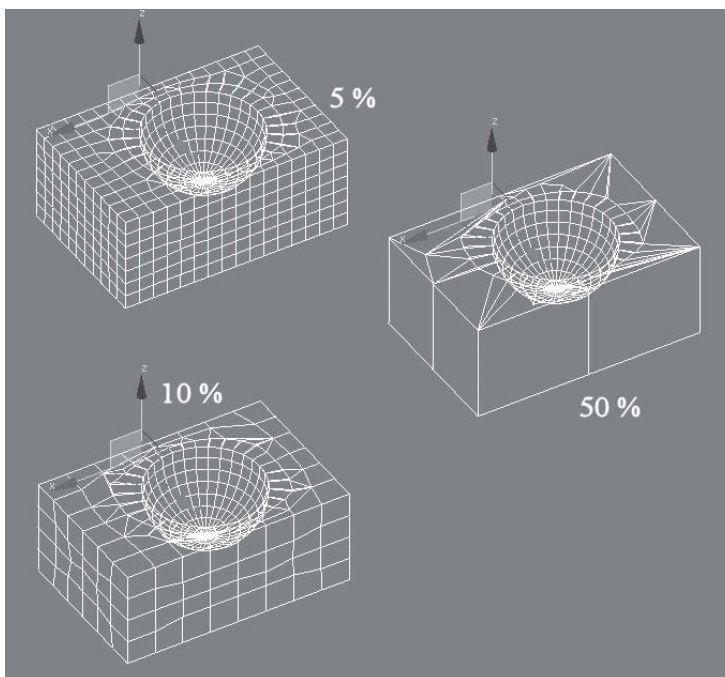

Fig.2.102
- ▶ **Quad Size %** : permet de définir la taille de la subdivision en pour-cent (fig.2.102).